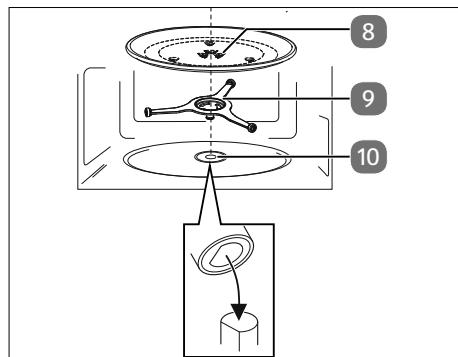

Abb. 5 – Glas-Drehteller einsetzen
- ▶ Legen Sie dann den Glas-Drehsteller mittig auf die Antriebswelle (**siehe Abb. 5**), so dass die Stege des Glas-Drehstellers in den Aussparungen am Antriebsstern liegen.